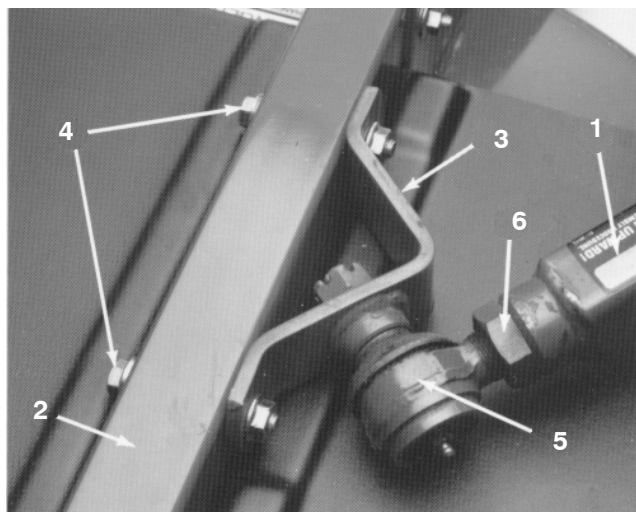

Fig. 19
5. Be en annan person om hjälp med att trycka ned den högra skjutarmen medan du tar bort huvudskruvarna, planbrickorna och låsmuttrarna som fäster kullefsfästet vid hjularmen på klippenheten (fig. 19). Nu kan den andra personen försiktigt låta skjutarmen röra sig uppåt, vilket gradvis minskar fjäderbelastningen på 45 kg.
3. Be en annan person om hjälp med att trycka ned den högra skjutarmen tills hålen i kullefsfästet är i jämnhöjd med hålen i hjularmen (fig. 19).